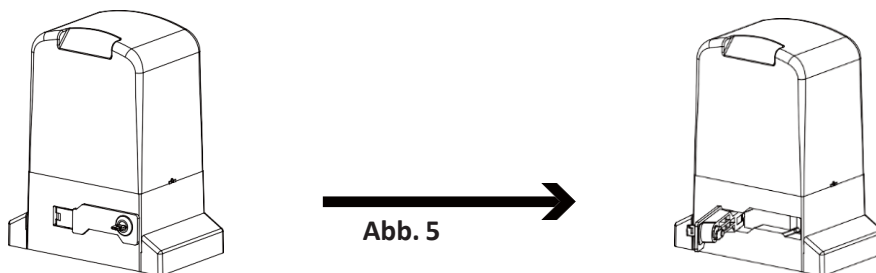

Abb. 5
1. Entriegeln Sie mit dem mitgelieferten Schlüssel die **Notentriegelung**, ziehen Sie den Entriegelungshebel heraus (siehe Abbildung 5) und schließen Sie das Tor manuell.